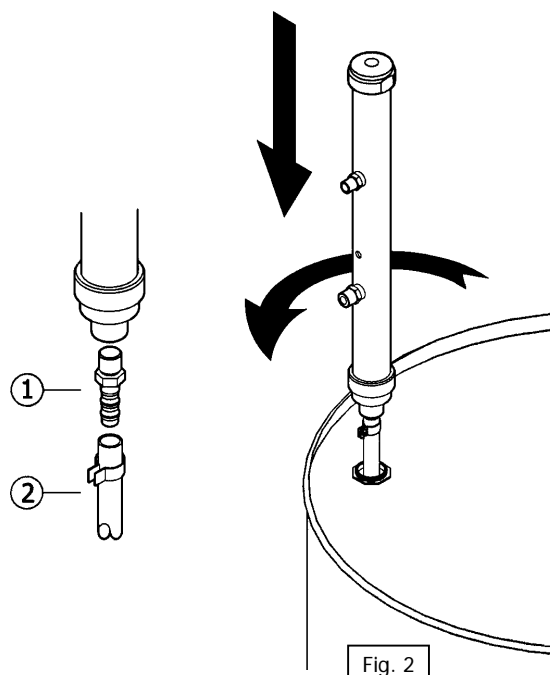

Fig. 2
This pump is thought to be mounted directly on drums fitted with a 3/4" bung (Fig 2). Screw the adaptor (1) to the base of the pump and fasten the suction hose (2). Slide the pump through the 3/4" opening on the drum and fasten it by screwing the pump into the bung.
La bomba está concebida para ser montada directamente sobre bidones que dispongan de rosca 3/4" BSP H (Fig. 2). Rosque el adaptador (1) a la base de la bomba y conecte la manguera de succión (2). Introduzca la bomba por el brocal de 3/4" y fije la bomba roscándola al brocal.
La pompe a été conçue pour être installée directement sur les fûts dotés d'une embouchure 3/4" F (Voir Fig.2). Serrer le raccord (1) à la base de la pompe et brancher le tube d'aspiration (2). Introduire la pompe par l'embouchure 3/4" et la fixer en la vissant à l'embouchure.